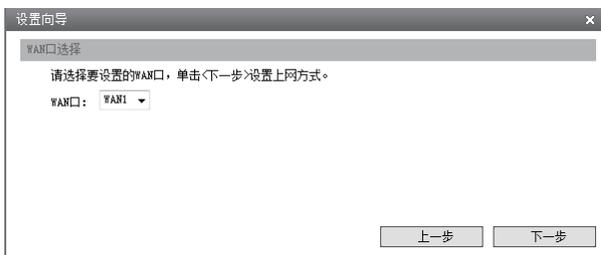

图4-6 WAN口选择
5. 请选择要设置的WAN口, 如图4-6所示(单WAN口企业VPN路由器没有此界面), 单击“下一步”, 进入上网方式选择界面。